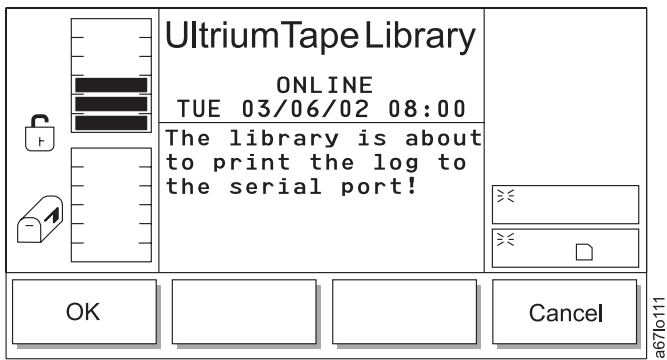

Abbildung 98. Druckdialog
- Wird **Print** ausgewählt, erscheint der Druckdialog (siehe Abb. 98 auf Seite 119).
Tabelle 47. Übersetzung von Abb. 98, Druckdialog